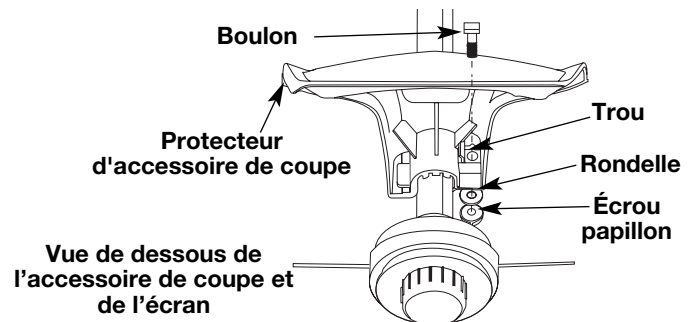

Fig. 4
3. Mettez la rondelle sur le boulon, puis vissez l'écrou à oreilles et serrez. La figure 4 montre le processus d'installation vu d'en dessous de l'appareil.